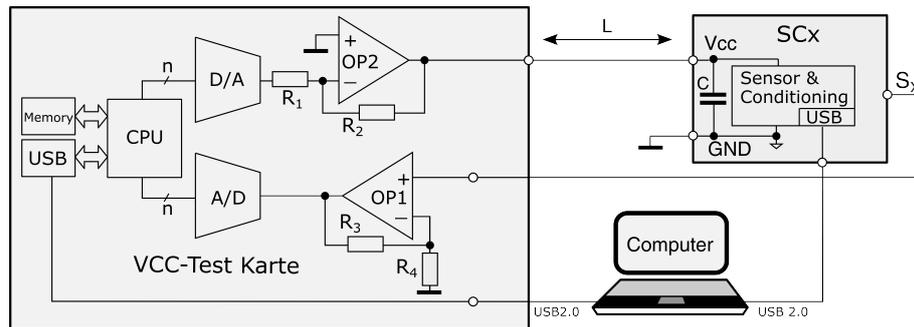

Abbildung 1: Messsystem zur Ermittlung des Parameters k_{svs} der SCx-Baugruppen.
Ein Kunde möchte Sensor-Komponenten der SCx-Serie als eine SCxM-Variante für den Einsatz in medizinischen Geräten qualifizieren. Zur Absicherung der erhöhten Anforderungen an die Basissicherheit dieser Variante soll zusätzlich die Unterdrückung von Störsignalen aus der Betriebsspannung (k_{svs} -Parameter) im Signal-Frequenzbereich ermittelt werden. Der Kunde schlägt dafür vor, das bei ihm vorhandene Messsystem nach Abb. 1 zu verwenden.
1. Partitionieren Sie das zur Realisierung der Aufgabenstellung vorgeschlagene Messsystem in Abb. 1 in kanonische Blöcke aus Wandler-, Konditionierungs- und Verarbeitungblöcken. Stellen Sie die Partitionierung **grafisch** anhand eines Blockdiagramms dar. Fassen Sie zur Vereinfachung die CPU mit dem daran angeschlossenen Memory- und USB-Block zu einen Verarbeitungsblock zusammen. A/D und D/A Wandler sowie der Computer werden als jeweils ein zusätzlicher Verarbeitungsblock berücksichtigt.
2. Passen Sie die VCC-Test Karte basierend auf den vorangegangenen Ergebnissen so an, dass die Messung des k_{svs} -Parameters nach Kundenvorgabe durchgeführt werden kann. Wählen Sie dazu die nach Kundenvorgabe einsetzbaren Komponenten aus und berechnen Sie deren Dimensionierung. Im Fall von Kompromissen, Einschränkungen oder Änderungen gegenüber den Kundenvorgaben begründen Sie deren Notwendigkeit. Stellen Sie das Ergebnis in Form eines **kompletten Schaltplans** der VCC-Test Karte mit Anschlüssen zu Computer und SCx-Baugruppe entsprechend Abb. 1 dar.